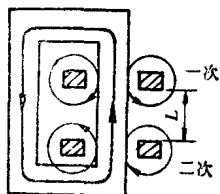

图 1-8 调节电流原理图
(4) 动圈式交流弧焊机 这种焊机也是利用漏磁来获得陡降外特性的。调节电流的方法是改变一次线圈和二次线圈之间的距离 L ，其原理如图1-8所示。